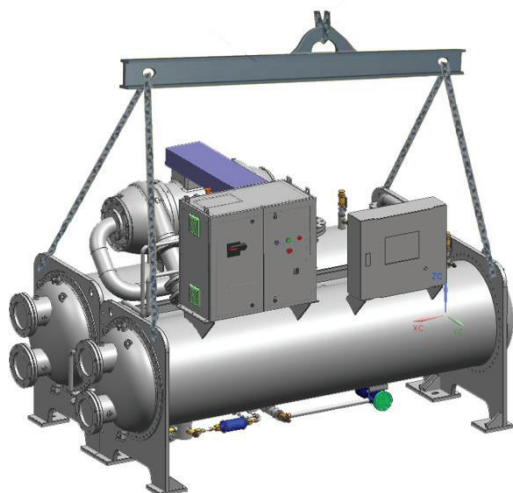

Рис. 3.2. Подъем устройства
2. Поднимите устройство: Проденьте стальной трос через монтажные отверстия в торцевых плитах и равномерно распределите нагрузку. Следите за тем, чтобы не повредить дополнительное оборудование (см. рис. 3.2).
- b. Испаритель-конденсатор поднимайте, как показано на рис. 3.2.